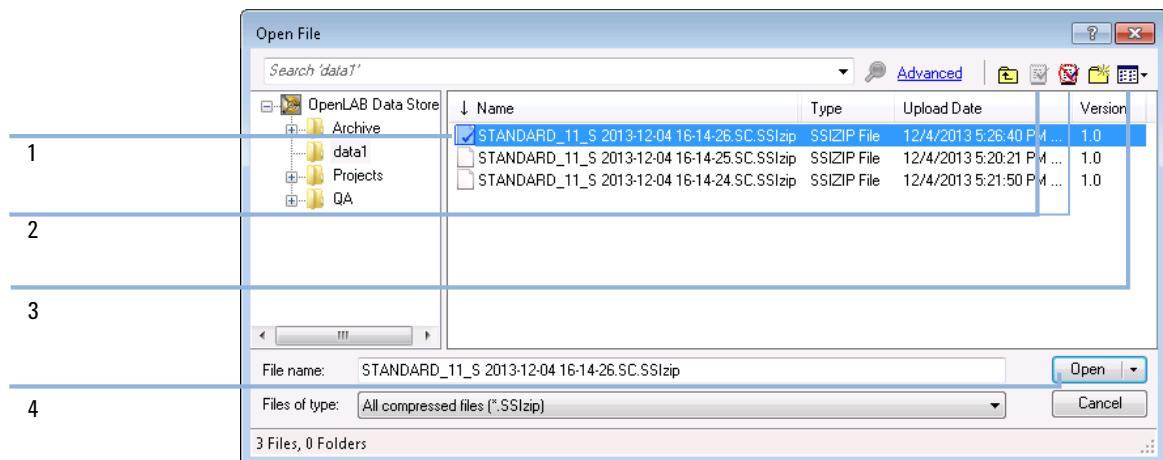
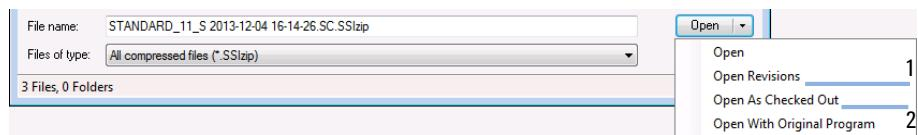
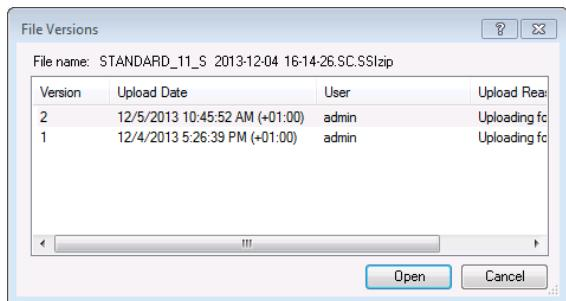

Figure 17 Boîte de dialogue Ouvrir fichier de Data Store
Figure 18 Commande Ouvrir des révisions
Figure 19 Boîte de dialogue Versions du fichier
Si l'élément a été extrait, il est signalé par une icône bleue ou rouge (voir Figure 17, page 59, marqueur 1) :
Pour extraire ou restituer un élément, vous pouvez utiliser les icônes correspondantes disponibles dans la boîte de dialogue Ouvrir (voir Figure 17, page 59, marqueur 2). Avec ces icônes, vous ne pouvez extraire que la version la plus récente de chaque élément.
Afin d'obtenir plus de détails sur le type et la version des éléments disponibles, sélectionnez la vue **Detail** (voir Figure 17, page 59, marqueur 3). Pour ouvrir une version plus ancienne d'un élément, sélectionnez la commande **Open Revisions** dans le menu **Open** (voir Figure 18, page 60, marqueur 1). Cela permet d'ouvrir la boîte de dialogue **File Versions** qui répertorie toutes les versions disponibles de l'élément (voir Figure 19, page 60).
- 3 Sélectionnez **Open** dans l'une ou l'autre des boîtes de dialogue pour télécharger l'élément vers ChemStation. Pour empêcher les autres utilisateurs de modifier l'élément, sélectionnez la commande **Open As Checked Out**. L'élément est alors marqué comme ayant été extrait dans le système central de stockage des données (voir Figure 17, page 59, marqueur 2).